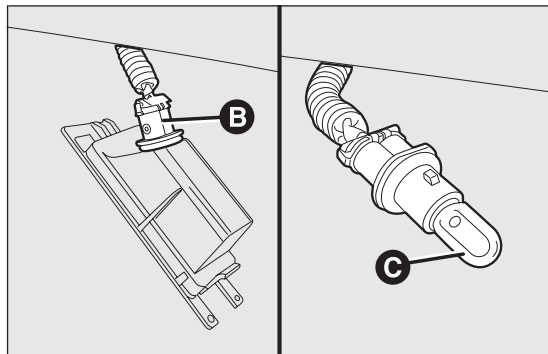

fig. 156
- ☐ ruotare il portalamпада B fig. 156 in senso antiorario, quindi sfilare la lampada C.